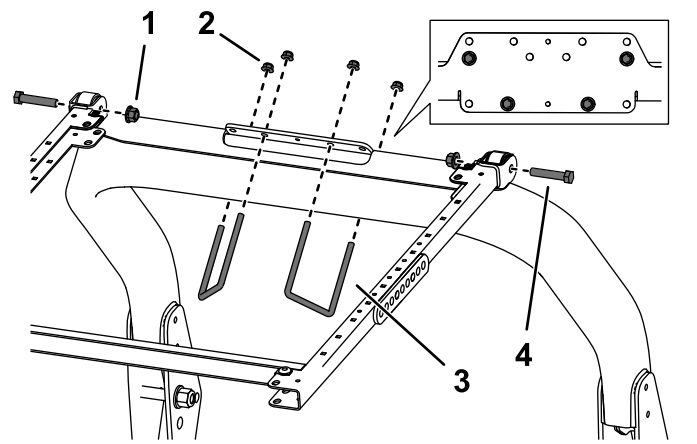

Figure 38
- Utilisez les trous indiqués à la Figure 38 pour fixer le support du ROPS au sommet de l'arceau de sécurité à l'aide de 2 étriers filetés (3 1/2" x 5") et de 4 écrous à embase.
- Placez le support du ROPS au sommet de l'arceau de sécurité du groupe de déplacement (Figure 38). Centrez bien l'arceau de sécurité dans le support du ROPS.